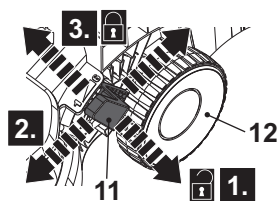

Fig. 11
1. Puxe a alavanca (11) em direção à roda traseira (12) (Fig. 11, passo 1).
2. Avançar ou recuar para ajustar a altura de corte (Fig. 11, passo 2).
3. Solte a alavanca (11) e assegure-se de que está devidamente encaixada na ranhura (Fig. 11, passo 3).